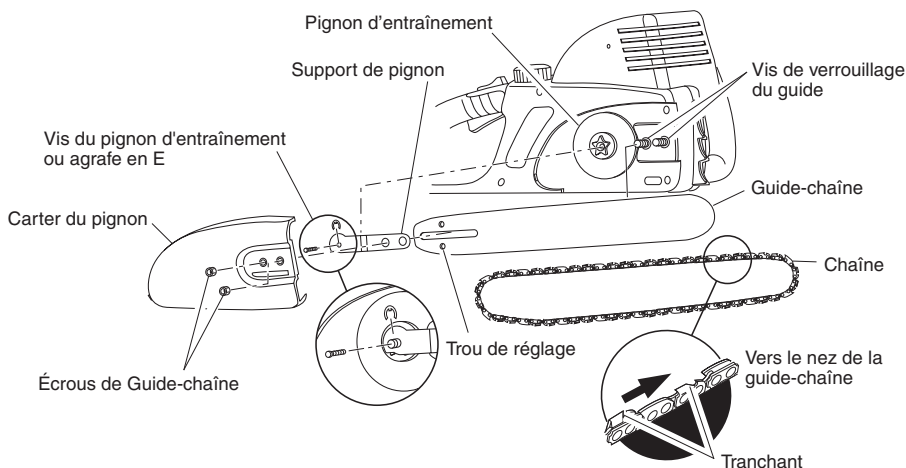

Figure 4 - Montage de la guide-chaîne et de la chaîne
3. Desserrez et retirez la vis du pignon d'entraînement ou l'agrafe en E de l'arbre (Voir la Figure 4, page 46). Retirez le support du pignon.
6. Placer la chaîne autour du pignon d'entraînement, ensuite le long de la rainure supérieure du guide-chaîne et autour du nez du guide-chaîne. *Note* : S'assurer que la face tranchante des maillons de la chaîne soit placée dans la bonne direction. Placer la chaîne de façon à ce que la face coupante des maillons sur le secteur supérieur du guide-chaîne soit dirigée vers le nez du guide-chaîne (Voir la Figure 4, page 46, et le voyant sur le capot latéral de la tronçonneuse).
- Tout en tournant le bouton de tension de chaîne (Modèle 107625-01,-02, 111174-01) ou la vis de tension de chaîne (Modèle 107624-01,-02), ajustez la position du bloc d'ajustement jusqu'à ce qu'il soit aligné et inséré dans le trou d'ajustement sur la barre de guidage (Voir les Figures 4, 5 et 6). Le fait de tourner le bouton de tension de chaîne ou la vis de tension de chaîne dans le sens des aiguilles d'une montre déplacera le bloc d'ajustement vers l'arrière de la barre de guidage. Le fait de tourner le bouton de tension de chaîne dans le sens des aiguilles d'une montre déplacera le bloc d'ajustement à l'avant de la barre de guidage.